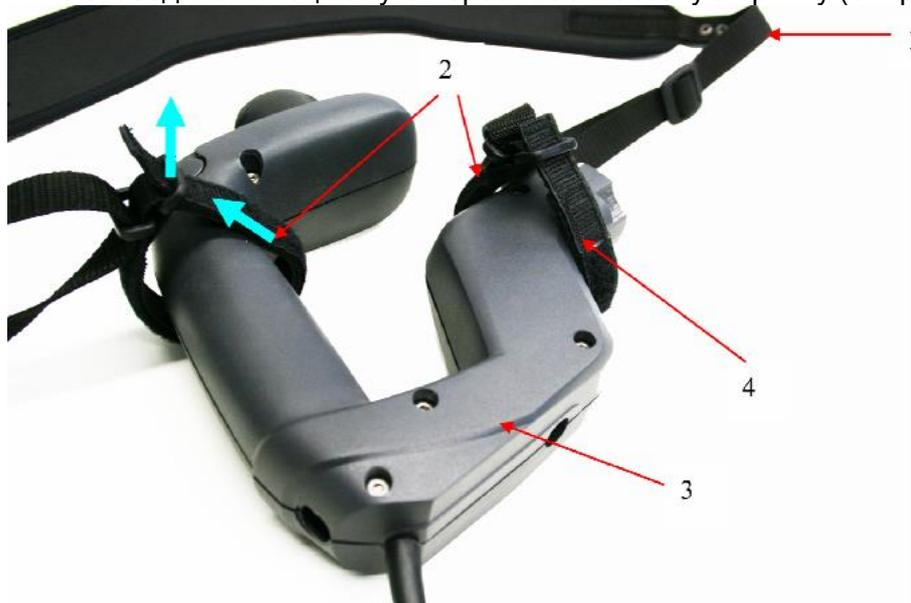

Рис. 2-6: Крепление ремня к рукоятке, шаг 2.
2. Протяните свободный конец хомута через пластмассовую пряжку (см. рис. 2-6).